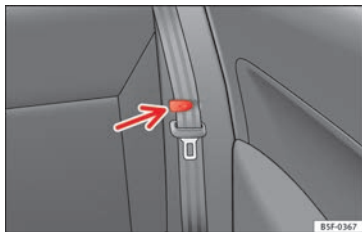

Fig. 109 Pince pour ceinture de sécurité.
- Placer les ceintures de sécurité latérales dans la pince du revêtement » fig. 109.